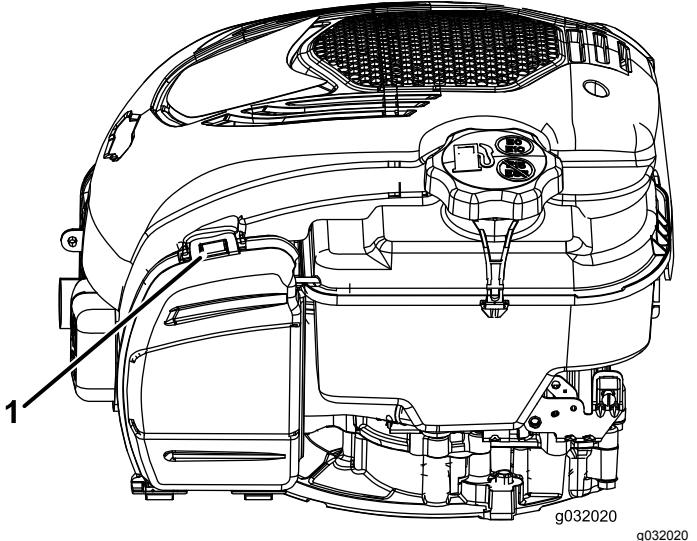

Bild 25
1. Ziehen Sie an der Nase, um die Luftfilterabdeckung zu öffnen (Bild 25).